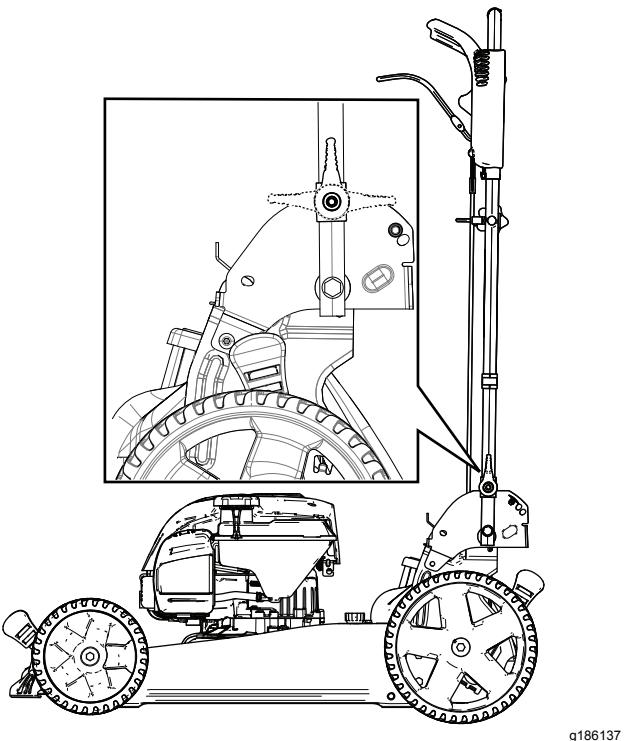

Рисунок 22
2. Сложите рукоятку вперед, установив ее в вертикальное положение или в положение до упора вперед, как показано на Рисунок 22.